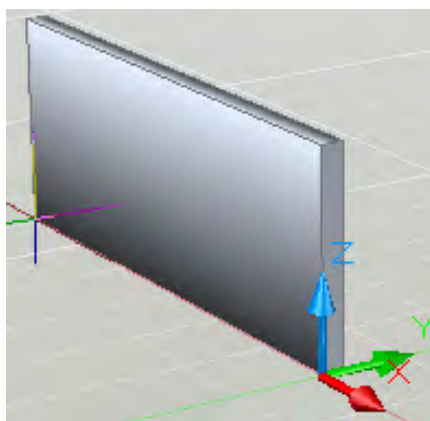

Рис. 56. Чертеж замкнутой стены
2. В параметре **Justify** (Выравнивание) можно выбрать одно из трех значений — **Left**, **Center**, **Right**, т. е. определиться, по какой стороне (или по центру) стены будут отсчитываться габаритные размеры всего сооружения. При этом нужно учитывать направление обхода. В примере выбран параметр **Left**, а обход идет по часовой стрелке (рис. 56). Начальная точка (0, 0, 0) находится на наружной стороне стены.